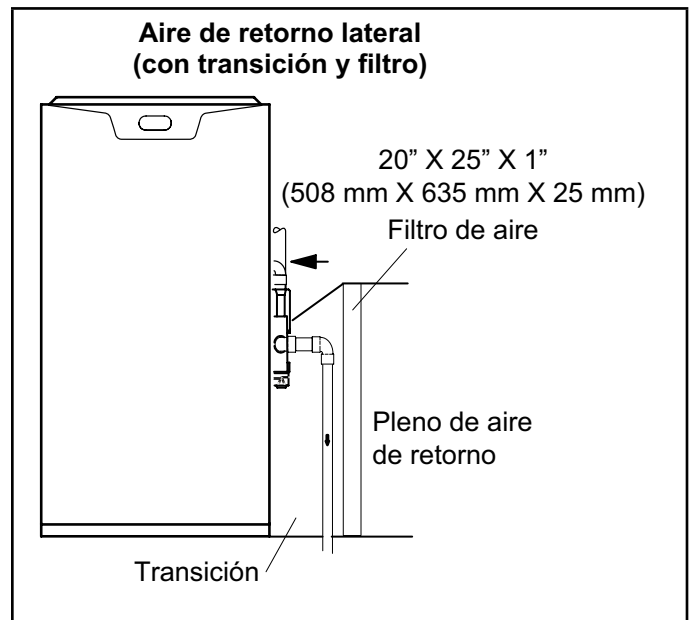

Figura 13
**Las aplicaciones de la unidad ML196UHE que incluyen aire de retorno lateral y una trampa de condensado instalada en el mismo lado del gabinete (la trampa se puede instalar a una distancia máxima de 5 pies) requieren ya sea una base para el aire de retorno o una transición fabricada en el sitio para acomodar un accesorio de calidad del aire interior (IAQ) 14.5" más alto. Ver la Figura 13.**